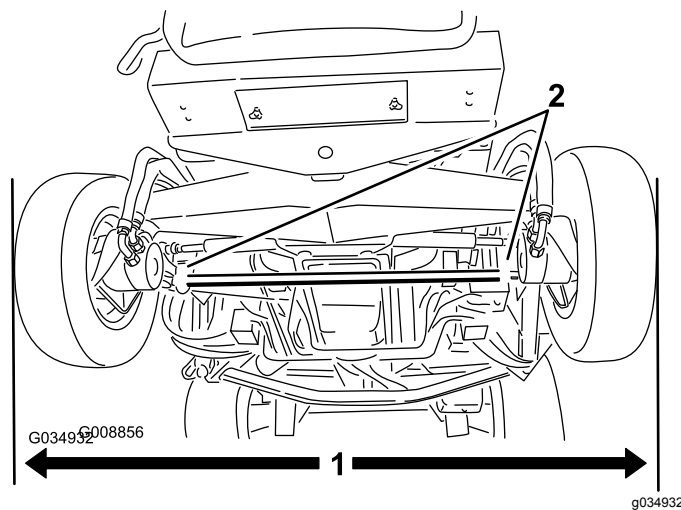

図 118
1. 後輪をまっすぐ前に向けた状態で、後輪の前と後ろで、左右のタイヤの外側間距離車軸の高さ位置でを測る 図 118。
2. トーインの調整は、まずタイロッド両端のクランプをゆるめる 図 118。